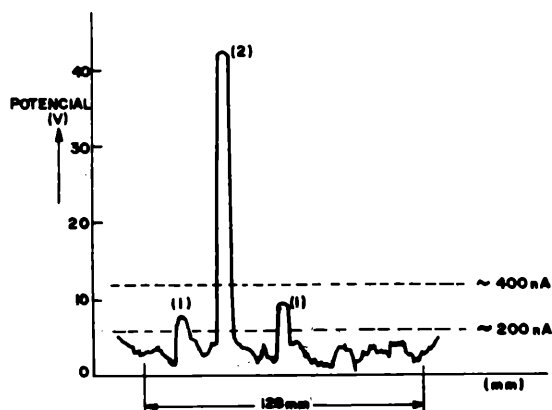

Figura 7
Quando ocorrem pontos altamente luminosos com mais que o dobro do pico normal de branco, o alvo é localmente desestabilizado. Os elementos da imagem perdem mais carga entre as sucessivas explorações do que o feixe pode repor. Nestes pontos altamente luminosos ao extremo, o potencial no lado de exploração do alvo se aproximará da tensão da placa de sinal (usualmente 45 V positivos em relação ao catodo do canhão eletrônico). Na figura 7 está mostrado o potencial em uma linha horizontal no alvo, antes da exploração. Supõe-se que a tensão do catodo seja de 0 V e que o tamanho do ponto do feixe seja suficientemente grande para explorar toda a área durante cada campo intercalado.
Se o pico de branco for ajustado em 200 nA, o potencial de excursão positiva no alvo, para o pico de branco, será de cerca de 6 V para o tubo Plumbicon de 1 polegada. Na figura 7 são mostrados nos pontos (1) os pontos altamente luminosos que ainda podem ser estabilizados pela corrente do feixe. Na área de
Isto ocorre tipicamente para um ponto altamente luminoso estacionário e de extremo brilho. Os elementos do alvo dentro da área altamente luminosa são quase que totalmente descarregados porque o feixe não é capaz de fornecer elétrons suficientes para a recarga. Isto resulta na perda de todos os detalhes na área não estabilizada, que é descrita pelo termo "área lavada". O puxamento do feixe — detalhe (2) na figura 7 — amplia as áreas lavadas além das regiões altamente luminosas.